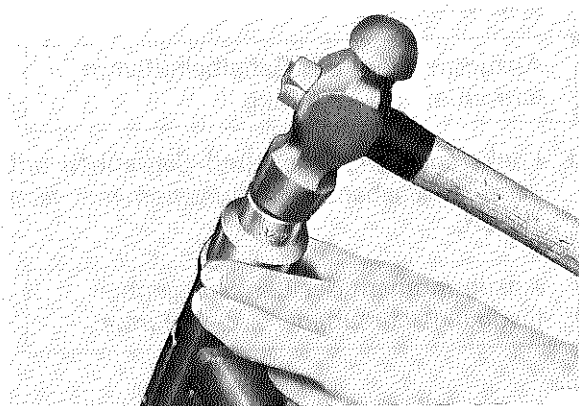

Fig. 5-7-9
1. If pressed-in races have been removed, tap in new races. (Fig. 5-7-9)
1. Si on a enlevé toutes les cuvettes, chasser des cuvettes neuves dans la tête de fourche et sur la tige de direction (Fig. 5-7-9).
1. Falls die eingepreßten Laufringe ausgebaut wurden, so sind neue Laufringe einzutreiben. (Fig. 5-7-9)